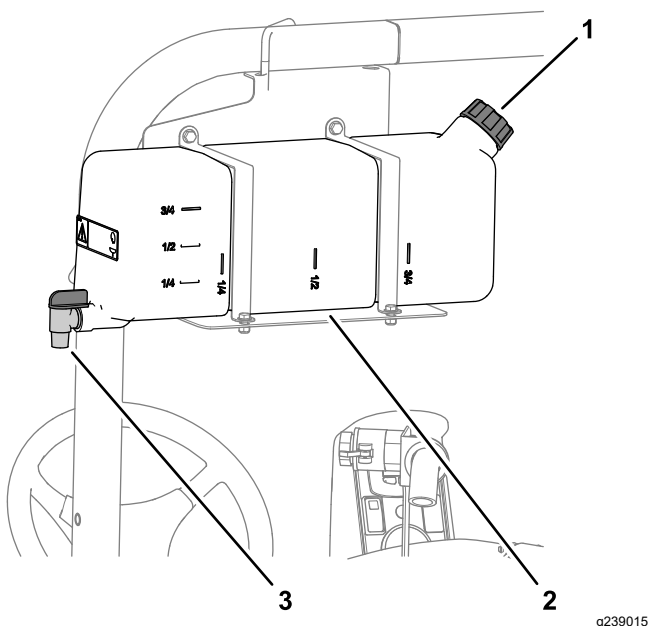

图 19
- 若要为水箱加水请旋开水箱顶部的盖子然后向水箱中注入清水然后再盖上盖子图 19。
- 若要打开清水箱龙头请转动龙头上的阀柄图 19。